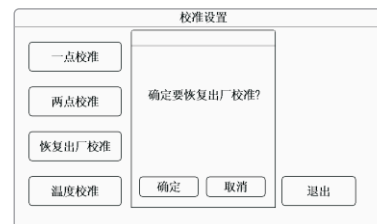

图2-10
- ◆ 恢复出厂校准：点击进入恢复出厂校准弹出如图2-10所示界面，按【确定】键执行恢复出厂校准，恢复出厂校准后，pH恢复到出厂时的校准值；